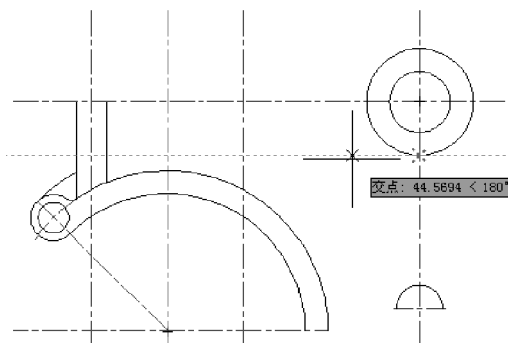

图 5-25 移动鼠标
(8) 通过极轴追踪来绘制主视图的轮廓直线
① 单击状态栏中的极轴追踪按钮  或按 F10 启动极轴追踪，接着单击【绘图】工具栏 | 【直线】按钮 ，指定第一点：先将光标移到图示圆的下象限点，然后左移光标，结果如图 5-25 所示。
② 接着将光标移至左竖直轮廓线，自动捕捉到一点，将该点指定为第一点，指定下一